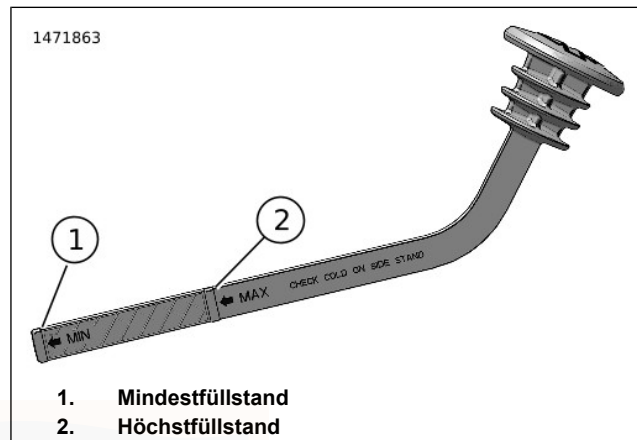

Abbildung 64. Kühlmittel-Einfüllverschlussstopfen/Messstab
4. Siehe Abbildung 64. Überprüfen, dass der Kühlmittelstand an der „MAX“-Linie (2) liegt.